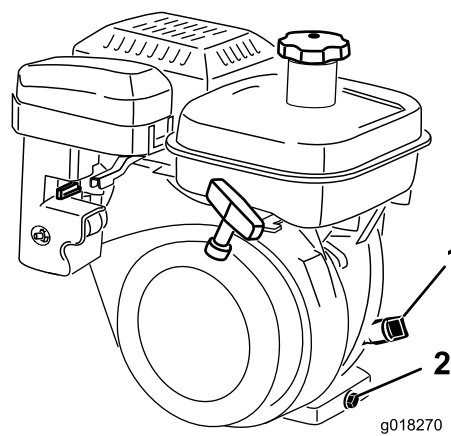

Figura 30
2. Coloque el cortacésped con el motor nivelado, y limpie la zona alrededor del indicador del nivel de aceite (Figura 30).
3. Retire el indicador del nivel de aceite girándolo en el sentido contrario a las agujas del reloj (Figura 30).
5. Luego retírelo y compruebe el nivel de aceite. Si el nivel es bajo, añada solamente aceite suficiente para que llegue entre las marcas H y L del indicador (Figura 30).
2. En la parte trasera de la máquina, coloque un recipiente debajo del tapón de vaciado (Figura 30).